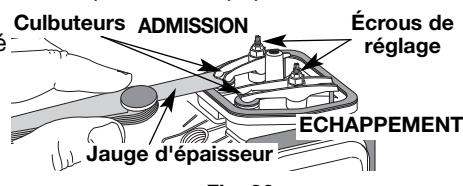

Fig. 36
- Le piston est au sommet de sa course lorsqu'on regarde par le trou de la bougie (Fig. 36)
9. Glissez la jauge d'épaisseur entre le culbuteur et le ressort de rappel de la soupape. Mesurez le jeu entre la tige de soupape et le culbuteur (Fig. 36). Faites-le pour les soupapes d'admission et d'échappement.
- a. Tournez l'écrou de réglage à l'aide d'une clé de 8 mm (5/16 po) ou d'un tournevis à embout hexagonal (Fig. 36).